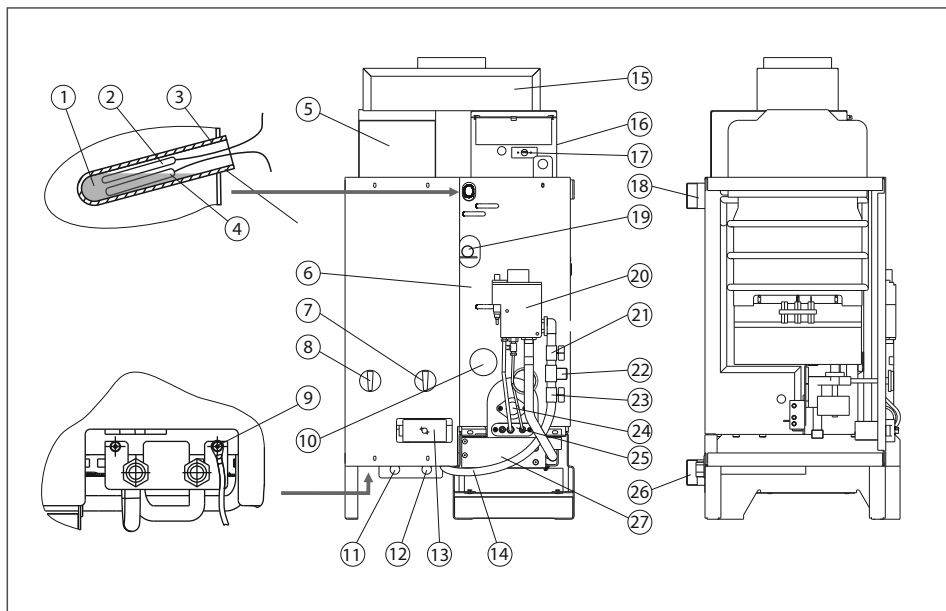

Рис. 1. Строение котла «Житомир-10»
Для корректной работы терморегулятора и термоминдикатора, перед началом эксплуатации в стакан корпуса котла необходимо залить 10 мл машинного масла (п.1 рис.1)
5.2.1. Для установки ТЭНа необходимо слить воду из котла (системы отопления), открутить заглушку (рис.1 поз. 10) и установить на ее место ТЭН с характеристиками, соответствующими таблице 3.